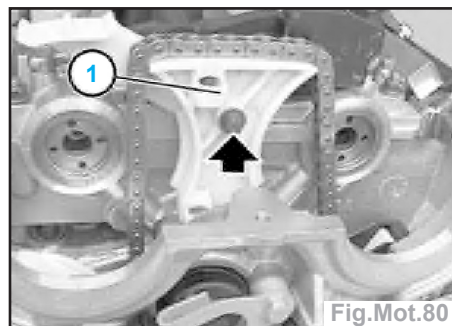
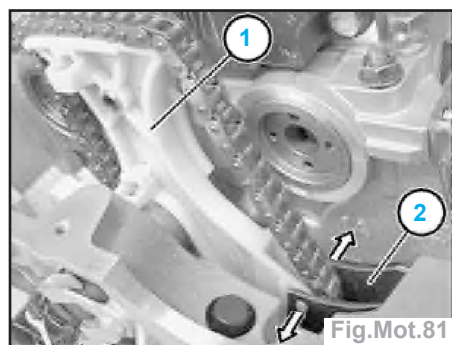

Fig.Mot.80
Fig.Mot.81
- Déposer la vis supérieure (flèche) du guide-chaîne (1) (Fig.Mot.80).
- Ecarter le guide-chaîne (2) avec précaution et déposer le guide-chaîne (1) (Fig.Mot.81).
- Lever la chaîne de distribution et mettre en place le guide-chaîne (1) (Fig.Mot.81).
- Ecarter le guide-chaîne (2) avec précaution et reposer le guide-chaîne (1).
- Monter la vis supérieure du guide-chaîne (1) et l'appliquer sans jeu (Fig. Mot.80).